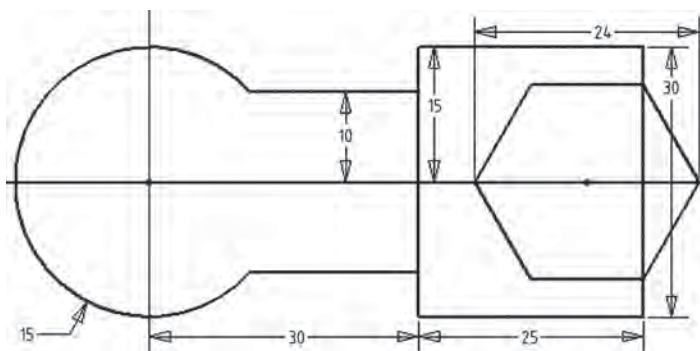

Рис. 16
- Выбираем команду *«Размеры»* и ставим *размерную зависимость* между двумя противоположными вершинами, затем меняем значение на 24 мм (рис. 16).